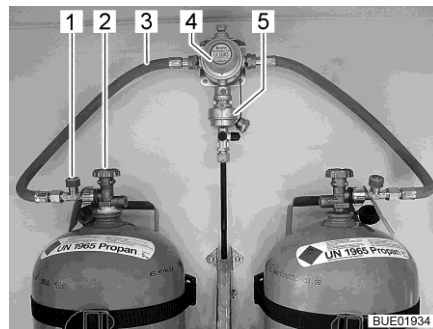
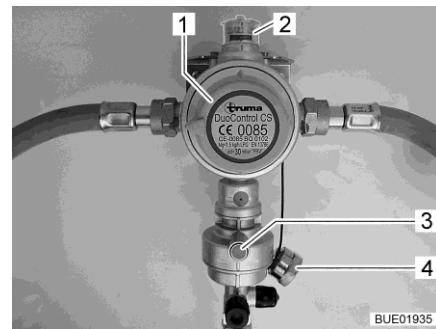

Fig. 83 Bombonas de gas con DuoControl
Fig. 84 Sistema de regulación DuoControl
El sistema de regulación DuoControl se compone de una válvula selectora (Fig. 83,4) y el sensor de impacto (Fig. 83,5). El sistema de regulación DuoControl está montado entre las gomas del gas (Fig. 83,3) con dispositivo de seguridad en caso de rotura de manguera (Fig. 83,1). Con el botón giratorio (Fig. 84,1) en la válvula selectora se puede determinar cuál de las bombonas de gas se utilizará como bombona de servicio y cuál de ellas como bombona de reserva.
En la mirilla (Fig. 84,2) se indica el estado del suministro de gas:
Está permitido el funcionamiento con una sola bombona de gas; sin embargo, la conexión abierta se deberá tapar con una tapa ciega (Fig. 84,4).
- Sensor de impacto** El sensor de impacto bloqueará el suministro de gas en caso de un impacto significativo (p. ej. accidente). El sensor de impacto se pone en funcionamiento pulsando el botón de restablecimiento verde (Fig. 84,3).
- Dispositivo de seguridad en caso de rotura de manguera** El dispositivo de seguridad en caso de rotura de manguera (Fig. 83,1) bloqueará el flujo de gas si se rompe la manguera conectada. El dispositivo de seguridad en caso de rotura de manguera se deberá activar pulsando la tecla verde. La tecla verde debe mantenerse pulsada hasta que la presión haya aumentado en la manguera.
- Unidad de mando** En la unidad de mando (Fig. 85), se conecta y desconecta el suministro de gas a través del sistema de regulación DuoControl. Las llaves de paso principales (Fig. 83,2) de las bombonas de gas y las válvulas de paso de gas deben abrirse a mano. Para activar el dispositivo de seguridad en caso de rotura de manguera, véase apartado "Dispositivo de seguridad en caso de rotura de manguera".
- Con el botón giratorio (Fig. 84,1) en la válvula selectora, seleccionar la bombona de gas de la que habrá de tomarse el gas principalmente (bombona de servicio). Girar el botón giratorio siempre hasta el tope.
- Abrir las llaves de paso principales (Fig. 83,2) de las bombonas de gas.
- Pulsar la tecla verde del dispositivo de seguridad en caso de rotura de manguera (Fig. 83,1). En la mirilla (Fig. 84,2) se visualizará la marca verde.
- Cerrar las llaves de paso principales (Fig. 83,2) de las bombonas de gas.
En caso de que luz de control verde (Fig. 85,6) se apague durante el servicio y se encienda la luz de control roja (Fig. 85,5), estará vacía la bombona de servicio y se deberá cambiar. En la mirilla (Fig. 84,2) se visualizará la marca roja. La bombona de reserva seguirá suministrando gas a los consumidores de gas.
- Girar el botón giratorio (Fig. 84,1) media vuelta en sentido de la bombona de gas utilizada de momento. De este modo, esta bombona de gas ahora será la bombona de servicio y la bombona de gas vacía se convertirá en la bombona de reserva. La marca en la mirilla (Fig. 84,2) cambiará de rojo a verde.
- Cerrar la llave de paso principal (Fig. 83,2) de la bombona de gas vacía. Observar el sentido de la flecha.
- Pulsar la tecla verde del dispositivo de seguridad en caso de rotura de manguera (Fig. 83,1).